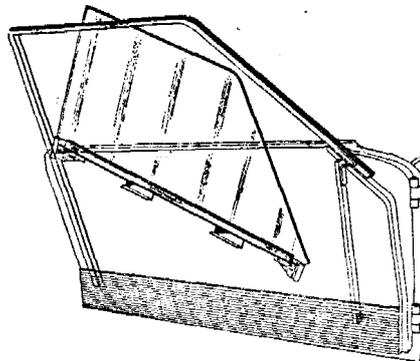

fig. 30. = Dépose et repose d'une vitre de porte.
### DEPOSE ET REPOSE D'UNE VITRE DE PORTE (Fig. 30 et 26).
Engager la vitre dans la porte par l'extérieur du cadre dans la position indiquée (fig. 30), puis l'amener progressivement en position latérale. Engager le guide arrière (fixe) dans sa coulisse, le guide avant (réglable) dans sa coulisse, poser les deux vis et rondelles (7) fixant le guide. Ne pas bloquer.
- S'assurer que la vitre soit bien en position latérale puis maintenir le guide fixe et le guide mobile bien à fond dans leur coulisse. Bloquer les vis (7) dans cette position.
### REEMPLACEMENT D'UNE VITRE DE PORTE (Fig 30).